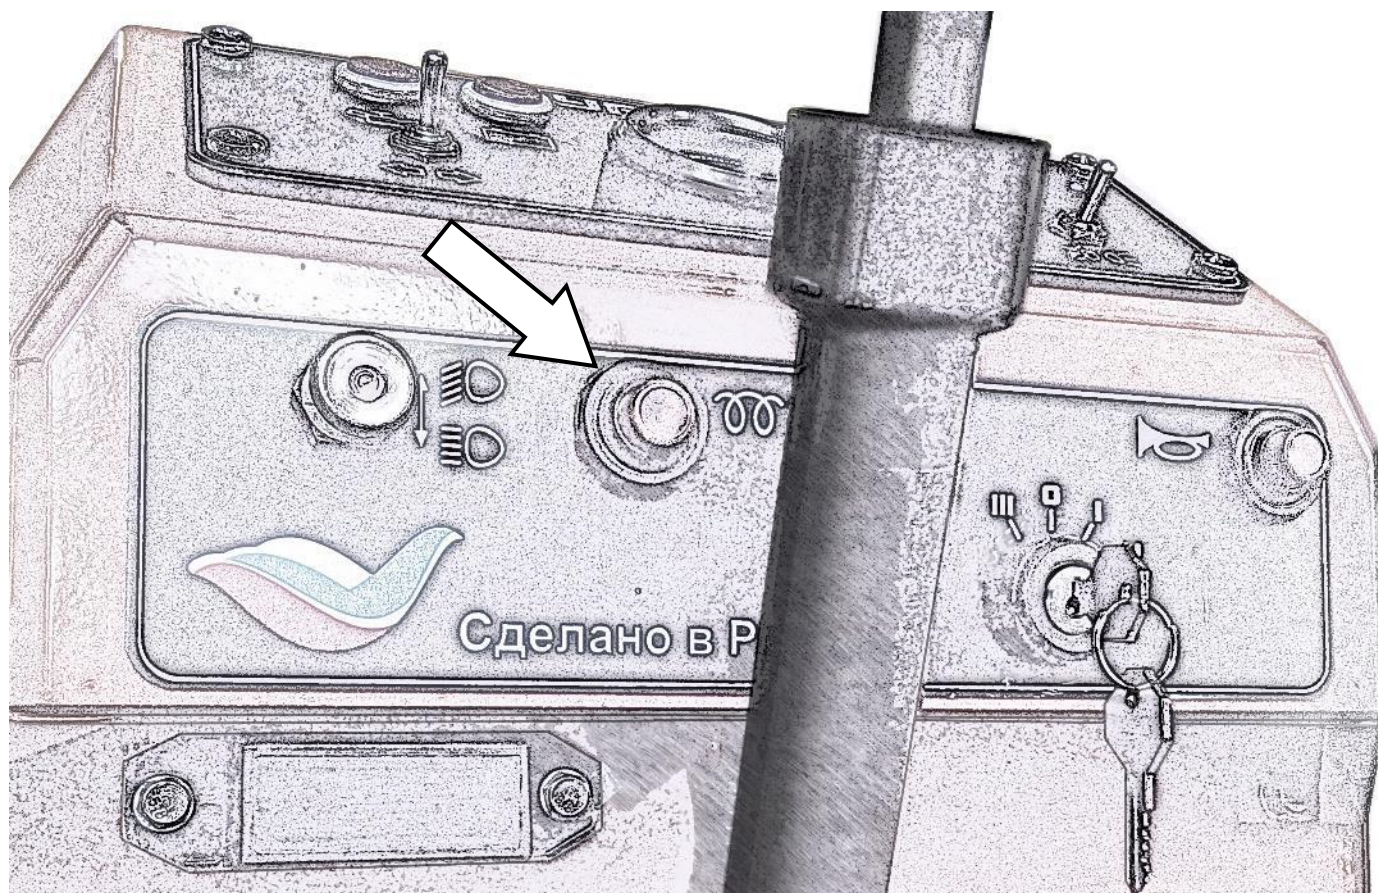

Рис.3-4. Кнопка свечей подогрева и ключ зажигания
- 4.) Для предварительного подогрева двигателя «свечами подогрева» на нижней панели с левой стороны от рулевой стойки зажмите кнопку свечей (рис. 3-4). Подержите кнопку в данном положении в течение 20-30 секунд, после этого производите запуск двигателя.
- 5.) Поверните ключ зажигания в пусковое положение 2 (рис.3-4) по часовой стрелке. Держите его правой рукой. Коленвал двигателя должен начать вращаться. Спустя 3 секунды после начала вращения необходимо вернуть тягу декомпрессора в исходное положение (для закрытия клапанов). Ключ зажигания необходимо удерживать до запуска двигателя. После отпускания ключ вернется в рабочее положение 1.